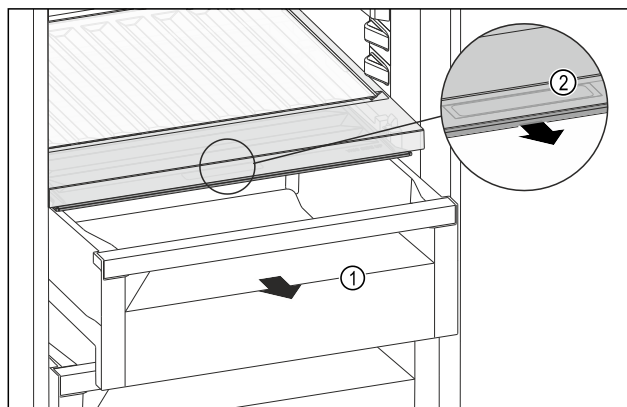

Fig. 189
- Tërhiqni jashtë sirtarin Fig. 189 (1).
- Kapni dorezën e futur Fig. 189 (2) në kapakun e ndarjes dhe në të njëjtën kohë tërhiqni përpara kapakun e ndarjes.